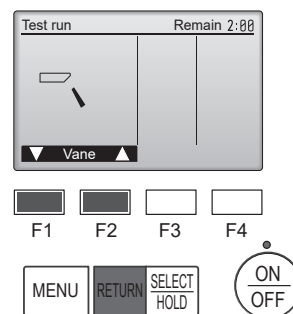

Fig. 7-6
- ① Vérifiez le volet automatique à l'aide des boutons [F1] [F2]. (Fig. 7-6)
- ② Appuyez sur le bouton [RETURN] (RETOUR) pour revenir à l'écran "Test run" (Test fonctions).
- ③ Appuyez sur le bouton [ON/OFF] (Marche/Arrêt).